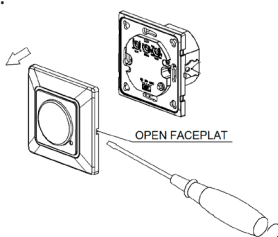

Abb. 1
- Die Frontabdeckung durch Abheben mit flachem Schraubenzieher an gezeigten Stelle (s. Abb. 1) abnehmen.